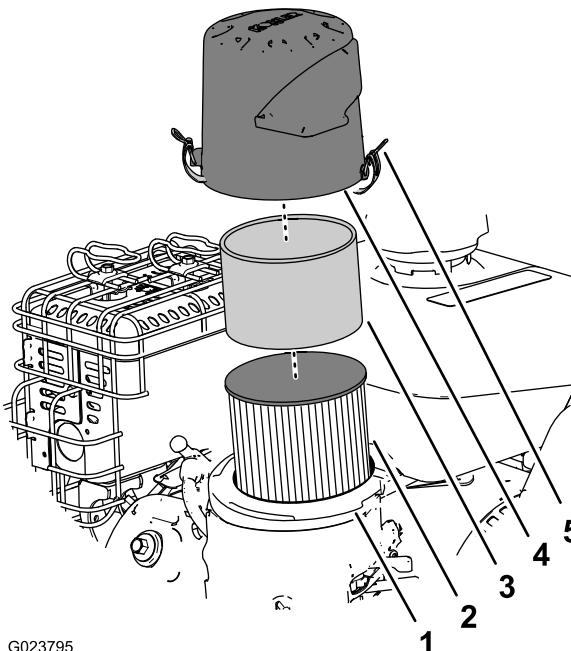

Figura 31
2. Retire la tapa y límpiela a fondo (Figura 31).
3. Retire el pre-limpiador de espuma y lávelo con un detergente suave y agua, luego séquelo apretando suavemente con un paño (Figura 31).
- Retire e inspeccione el filtro de aire de papel (Figura 31); deséchelo si está excesivamente sucio.
- Instale el pre-limpiador de espuma sobre el filtro de aire de papel (Figura 31).
- Instale el filtro de aire en la base del filtro de aire (Figura 31).